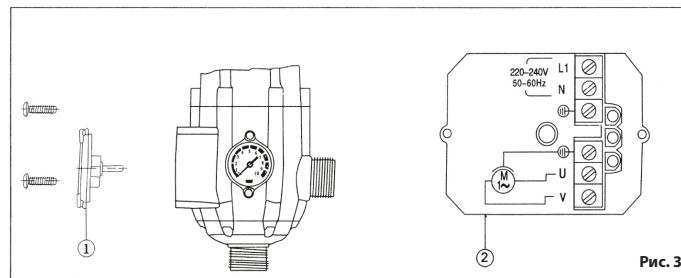

Рис. 3
- d) Ошибка электрического соединения (2). Проверить соединения согласно рис.3